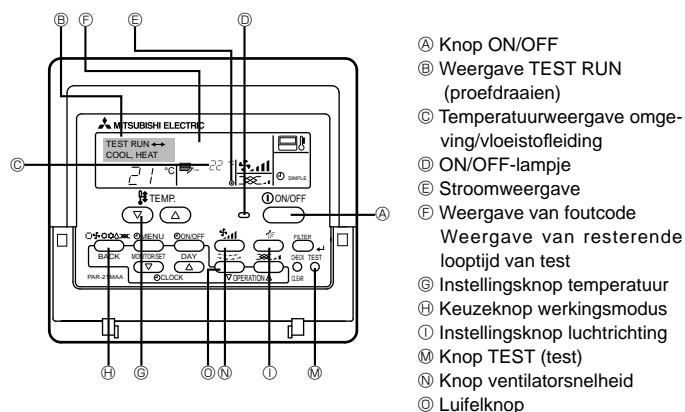

Fig. 7-1
7. Proefdraaien (Fig. 7-1)
Afstandsbediening met draad (Fig. 7-1)